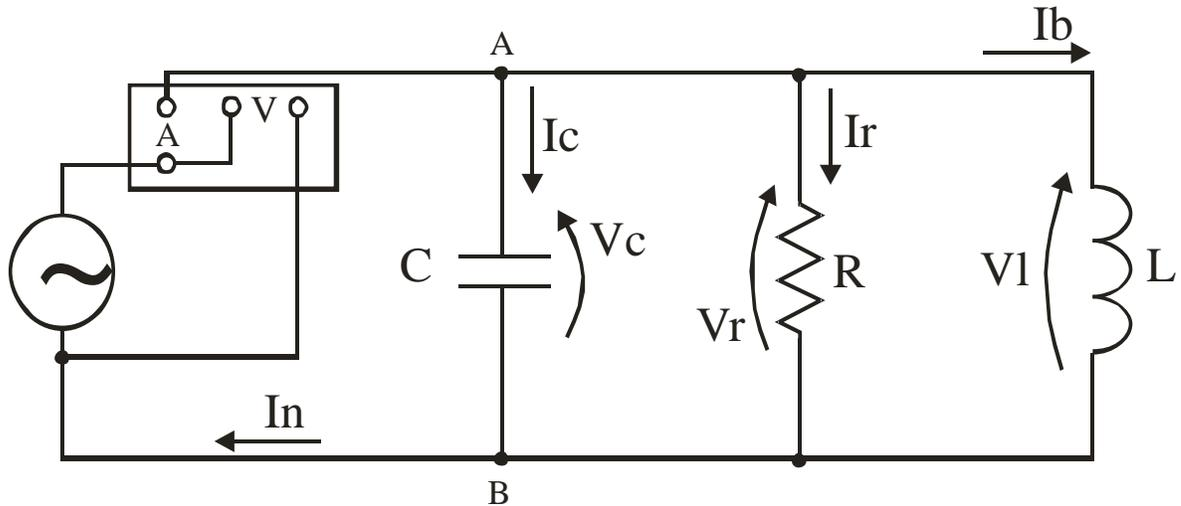

Figura 4: Circuito RL paralelo com fator de potência corrigido.
- l) Ligue o capacitor de $8 \mu\text{F}$ entre os pontos A e B, como mostra a Figura 4;
- n) Meça a nova potência ativa **W4** consumida no circuito da Figura 4;
- xi) Calcule a potência reativa consumida pelo capacitor no circuito da Figura 4;
- xii) Calcule o fator de potência do circuito da Figura 4;